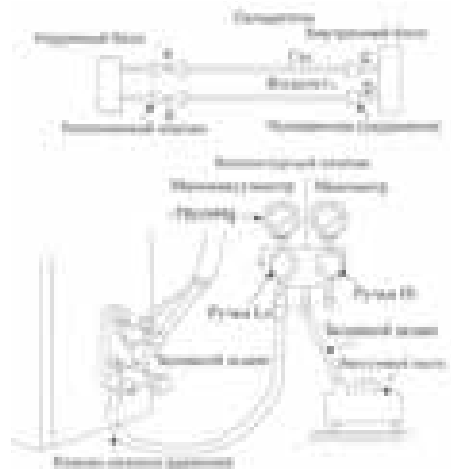

Рис. 14
1. Полностью затяните гайки А, В, С, D, подсоедините заливной шланг коллекторного клапана к заливному отверстию клапана низкого давления на наружном блоке (рис. 14).